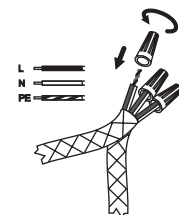

Рис.3
- 4.13. Соединить провода ЭПС с проводом из стены с помощью изолирующих колпачков (входят в комплект поставки) и скрутить их (рис. 3).